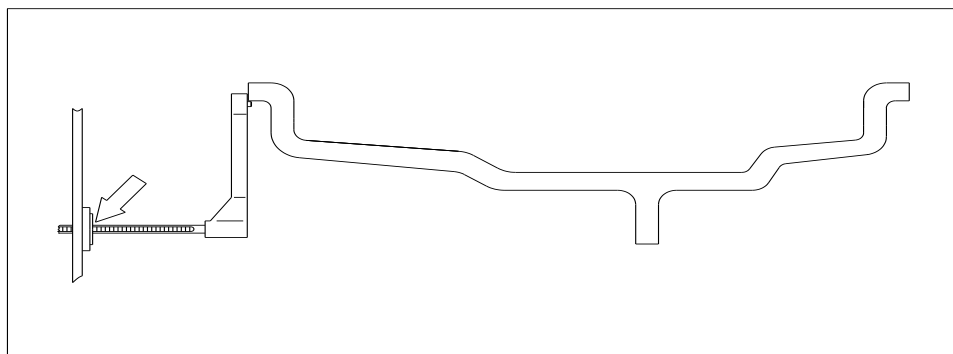

図 10 距離ゲージの使用
1. 距離および直径センサを取り出し、リム(図 10)の内側の端部上にそれを当てます、そしてその目盛の値を読みます。